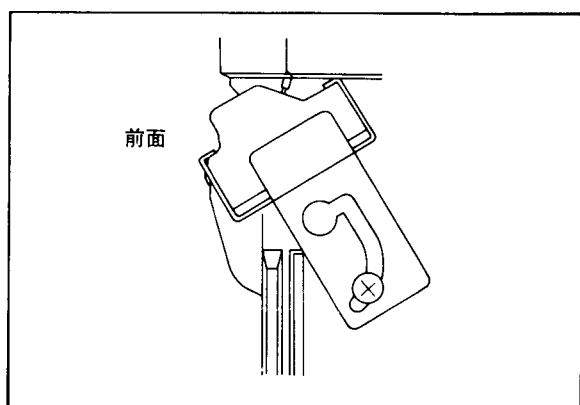

図14-5 傾斜取付
- (3) 傾斜取付の場合は、図14-5のように前面側に傾斜させた位置にタンクホルダを調整します。